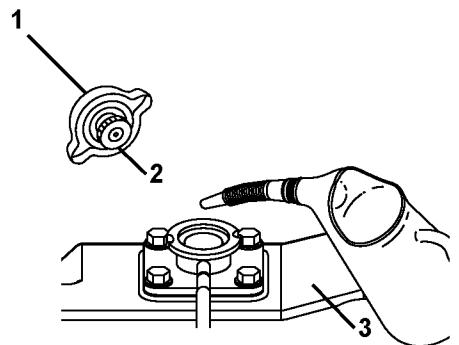

Figura 7
2. Retire la tapa de llenado (**Figura 7, (1)**) del intercambiador de calor (**Figura 7, (3)**) girándola un tercio de vuelta en sentido contrario a las agujas de reloj.
3. AVISO: *NUNCA vierta refrigerante frío en un motor caliente.* Vierta lentamente la mezcla de refrigerante en el intercambiador de calor (**Figura 7, (3)**) para que no se formen burbujas de aire. Deténgase cuando el refrigerante rebose por la boca de llenado.
4. Tras llenar el intercambiador de calor, vuelva a colocar el tapón de la boca de llenado y apriételo bien (**Figura 7, (1)**). No hacerlo causará fugas de refrigerante. Para colocar la tapa, alinee los salientes (**Figura 7, (2)**) de la parte inferior de la tapa con las muescas de la boca de llenado y gírela un tercio de vuelta en sentido horario. **ADVERTENCIA!**